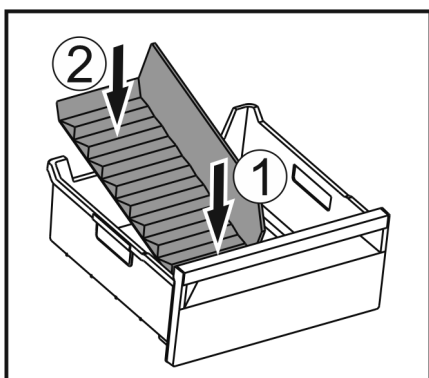

Fig. 169
- Vložte prednú časť oddelovača zásuvky na ľad. Fig. 169 (1)
- Spustite zadnú časť oddelovača zásuvky na ľad až na dno zásuvky. Fig. 169 (2)